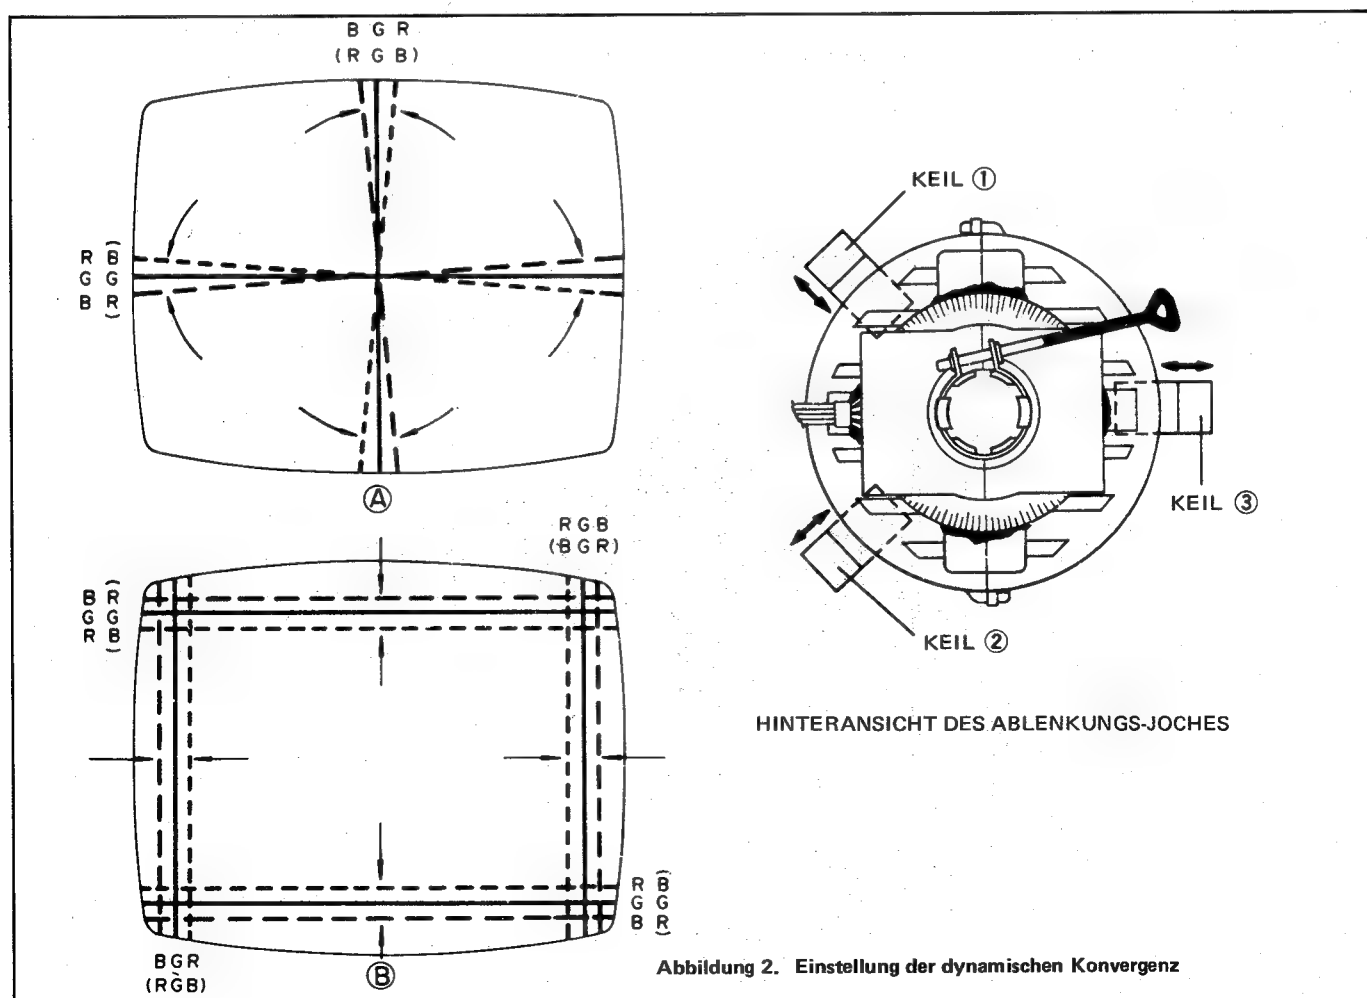

Abbildung 2. Einstellung der dynamischen Konvergenz
3. Das Ablenkungs-Joch nach oben und unten schräg verschieben, und die Schrägeinstellkeile ① und ② zwischen dem Ablenkungs-Joch und der Kathodenstrahlröhre einführen, bis die in Abb. 2 A gezeigte Unkonvergenz korrigiert wurde.
4. Das Ablenkungs-Joch schräg nach rechts und links verschieben und den Schrägeinstellkeil ③ zwischen dem Ablenkungs-Joch und der Kathodenstrahlröhre einführen, bis die in Abb. 2 B gezeigte Unkonvergenz korrigiert wurde.